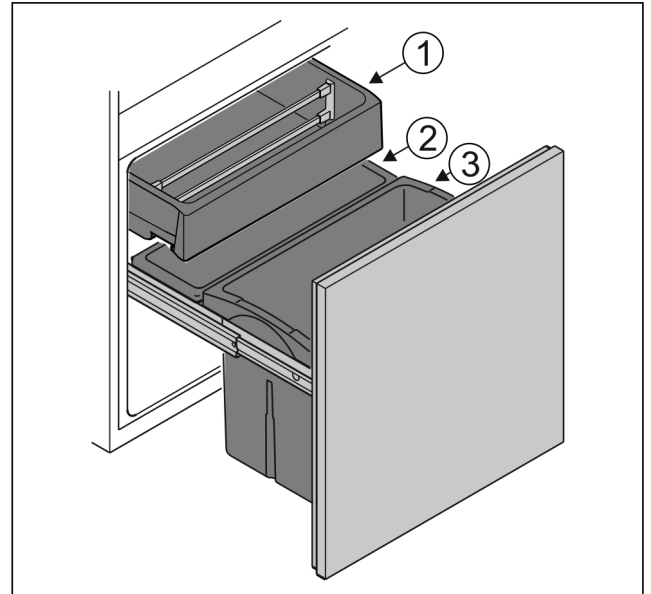

Fig. 6
- ▶ Behälter Fig. 6 (1): Unverpacktes Gemüse und Südfrüchte lagern.
- ▶ Behälter Fig. 6 (2): Unverpackte kleine Obst- und Gemüsesorten lagern.
- ▶ Behälter Fig. 6 (3): Einzelne Flaschen lagern.